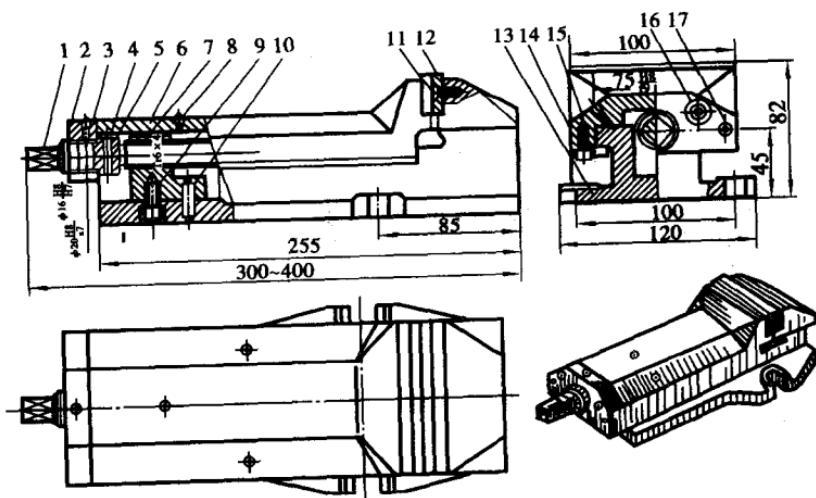
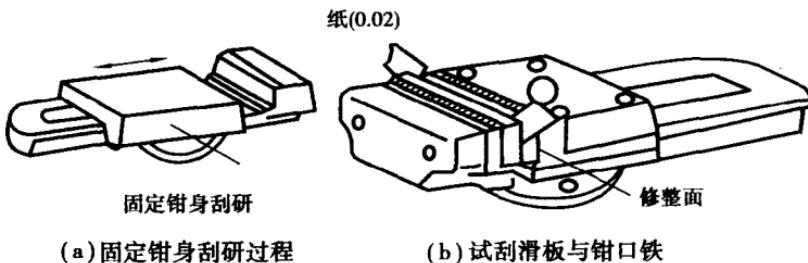

图 1.1 平口钳的装配图
图 1.2 刮研固定钳身和试刮滑板与钳口铁
平口钳的装配图，如图 1.1 所示。其技术要求有：
①要求。使用直角研模板，刮削要求是每 $25\text{ 毫米} \times 25\text{ 毫米}$ 的面积上有 $16 \sim 18$ 个研点，刮研操作过程如图 1.2(a) 所示。
②刮导轨下滑面和底平面。以上平面为基准，刮导轨下滑面的及底平面，达到平行度误差小于 0.01 毫米，在每 $25\text{ 毫米} \times 25\text{ 毫米}$ 的面积上，有 $6 \sim 8$ 个研点即可。
③刮导轨两侧面。导轨两侧面达到相互平行度误差小于 0.01 毫米（只允许钳口处大），在每 $25\text{ 毫米} \times 25\text{ 毫米}$ 的面积上有 $12 \sim 16$ 个研点。
①刮研底盘上下表面，达到研点和平行度误差要求。
②装定位块用等高垫铁和百分表测量，达到定位块与孔的对称度要求。
①检查来料尺寸，进行倒角和倒棱。
②按尺寸划线，钻铰 $\phi 3 \sim \phi 6$ 的油杯孔。与压板配钻 M6 的螺孔，要求压板与活动钳身外形平齐。
③按图 1.1 开油槽。
④用刮研模板研刮凹面，达到每 $25\text{ 毫米} \times 25\text{ 毫米}$ 的面积上有 $12 \sim 16$ 个研点。
⑤研刮活动钳身两侧面，达到配入钳座内，滑动轻便和均匀，用 0.04 毫米塞尺在端部检查，其塞入深度不超过 10 毫米，且要求接触点在每 $25\text{ 毫米} \times 25\text{ 毫米}$ 的面积上有 $8 \sim 12$ 个研点。
试装钳口铁,以一块钳口铁为基准,修整另一块钳口铁与钳身的接触面,达到两钳口铁装配后的间隙要求,如图 1.2(b)所示。